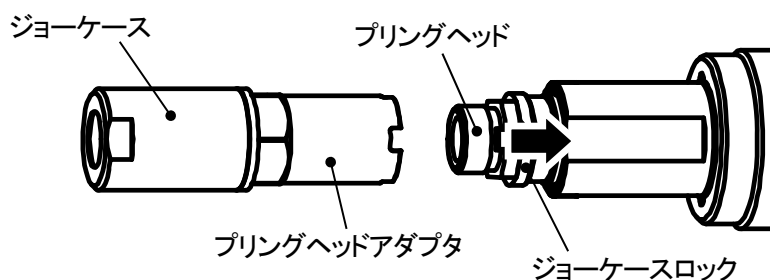

図 7-2
- ③ジョーケースロックを指で押し込み、凹凸を外し、ジョーケース又はプリングヘッドアダプタを左に回してプリングヘッドからジョーケースとプリングヘッドアダプタを取り外します。(図 7-2)に示します。